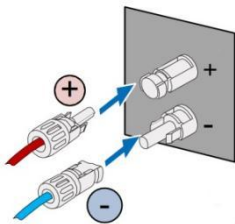

Abb. 5.4 PV-Strang am Wechselrichter anschließen
- Schließen Sie den PV-Strang am Wechselrichter an und vergewissern Sie sich, dass er fest sitzt, wie in Abb. 5.4 gezeigt.